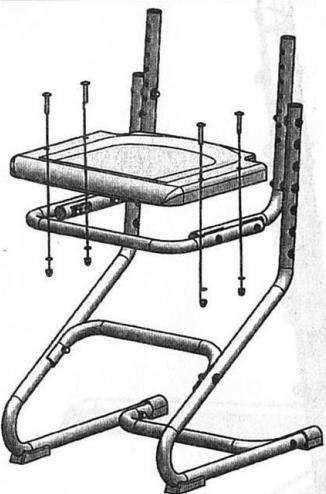
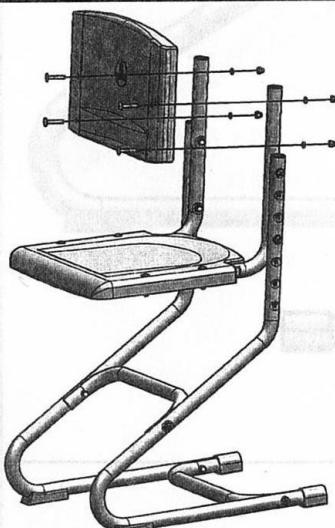

Рис. 4 (СУТ.01)
Рис. 5 (СУТ.01)
4.1.4. К опоре сиденья (поз. 3) прикрепить сиденье (поз. 6) посредством винтов специальных M6×34 (поз. 1 пакет №16) (см. рис. 4) или (для исполнения СУТ.01-01) болтов мебельных M6×35 (поз. 1а пакет №16а) (см. рис. 4а), а к верхним концам кронштейнов боковых (поз. 2) прикрепить спинку (поз.5) посредством винтов специальных M6×34 (поз. 1 пакет №16) (см. рис. 5) или (для исполнения СУТ.01-01) болтов мебельных M6×35 (поз. 1а пакет №16а) (см. рис. 5а) и колпачковых гаек (поз. 3 пакет №16), с установкой под гайки зубчатых шайб (поз. 2 пакет №16).
Рис.4а (СУТ.01-01)
Рис.5а (СУТ.01-01)
5.1. Перед регулировкой стула по группе роста пользователя необходимо: открутить гайки колпачковые M6 (поз. 3 пакет №16), снять шайбы зубчатые (поз. 2 пакет №16), вынуть для исполнения СУТ.01 винты специальные M6×34 (поз. 1 пакет №16) или для исполнения СУТ.01-01 болты мебельные M6×35 (поз. 1а пакет №16а), снять спинку (поз. 5) и сиденье (поз. 6). См. рис. 4, 4а, 5, 5а.
5.1.3. Совместить отверстия сиденья (поз. 6) с отверстиями в опоре сиденья (поз. 3), в совмещенные отверстия вставить для исполнения СУТ.01 винты специальные М6×34 (поз. 1 пакет №16) или для исполнения СУТ.01-01 болты мебельные М6×35 (поз. 1а пакет №16а), одеть шайбы зубчатые (поз. 2 пакет №16) и затянуть колпачковые гайки М6 (поз. 3 пакет №16). См. рис. 4, 4а.
5.1.4. Совместить отверстия спинки (поз. 5) с отверстиями кронштейнов боковых (поз. 2), в совмещенные отверстия вставить для исполнения СУТ.01 винты специальные М6×34 (поз. 1 пакет №16) или для исполнения СУТ.01-01 болты мебельные М6×35 (поз. 1а пакет №16а), одеть шайбы зубчатые (поз. 2 пакет №16) и затянуть колпачковые гайки М6 (поз. 3 пакет №16). См. рис. 5, 5а.